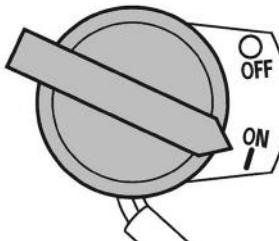

Рис. 11 Выключатель зажигания
4. Выключатель зажигания установите в положение ON (Включено) (Рис. 11).
- Переведите выключатель зажигания в положение OFF (Выключено) (Рис. 11).